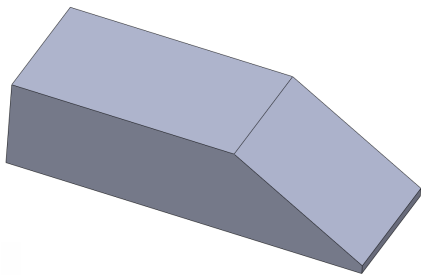

图 5-47 打开素材模型
(1) 单击常用工具栏中的【打开】按钮，打开一幅素材模型，如图 5-47 所示。